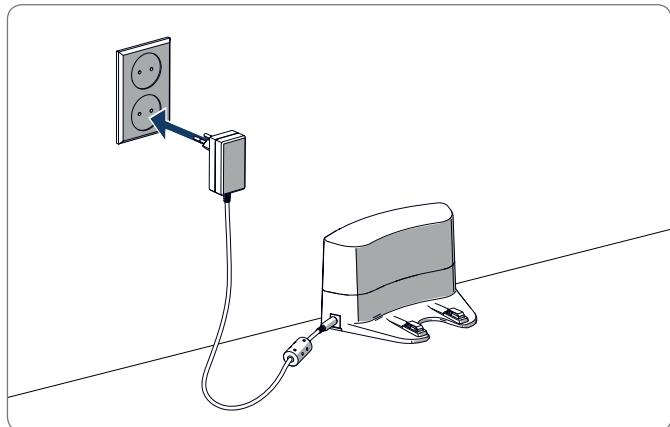

Figura 7 - Collegamento della stazione di ricarica alla rete elettrica
4. Collegare la stazione di ricarica alla rete elettrica (cfr. Figura 7). Sulla stazione di ricarica apparirà una spia fissa di colore blu. La Figura 8 mostra una piantina esemplificativa.